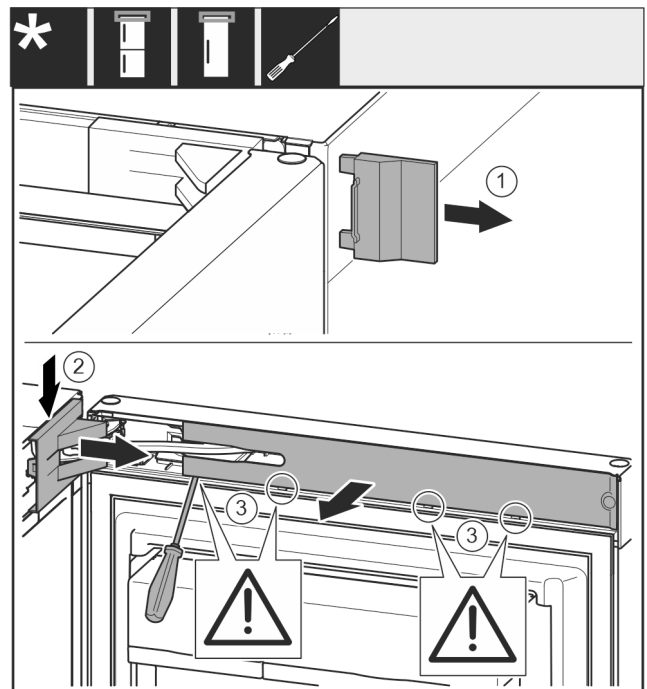

Fig. 5
- ▶ Fjern det ytre dekselet. Fig. 5 (1)
- ▶ Frigjør og løsne lagerbukkdekselet. Ta av lagerbukkdekselet. *Fig. 5 (2)*
- ▶ Klikk ut panelet og sving det til side med en skrutrekker. *Fig. 5 (3)*